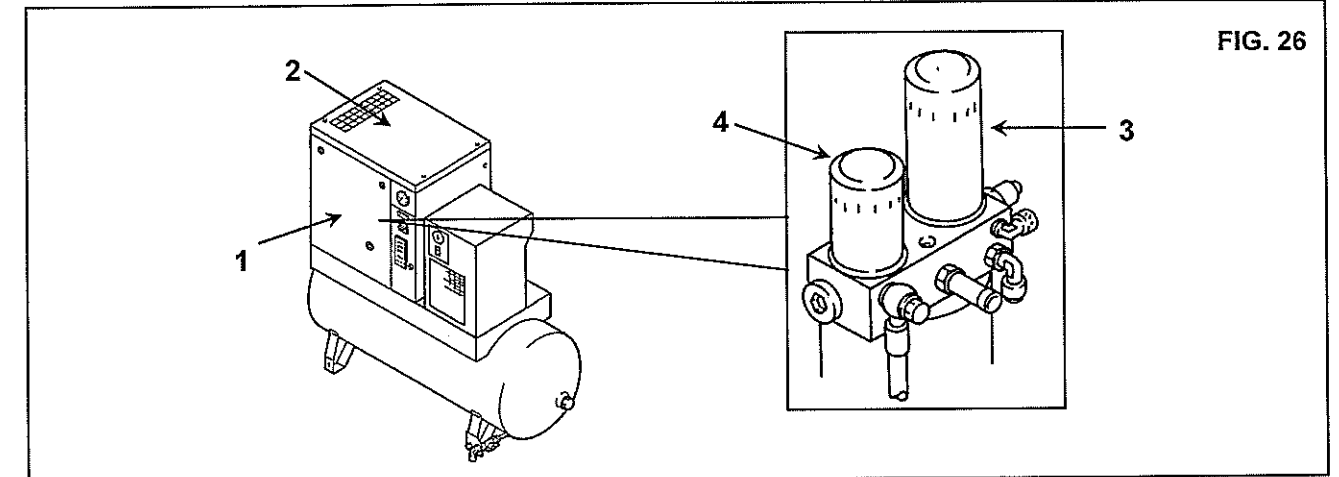

FIG. 26
- Quitar la protección Ref. 1 Fig. 26.
- Quitar la protección fija (tapa máquina) Ref. 2 Fig. 26.
- Elimine el filtro de desaceitado Ref. 3 y el filtro del aceite Ref. 4 Fig. 26.
- Vuelva a cerrar la protección fija (tapa máquina) Ref. 2 Fig. 26 con los correspondientes tornillos de seguridad.
- Cerrar la protección Ref. 1 Fig. 26.